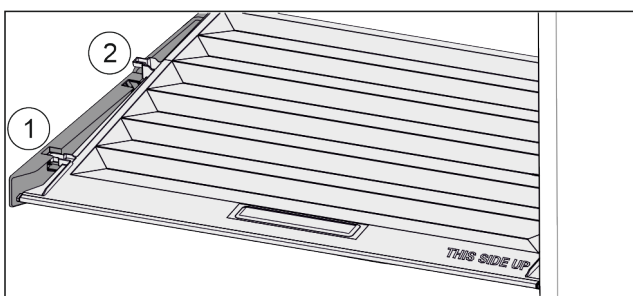

Fig. 107
- ▶ Потянуть крышку до отверстия в поддерживающих деталях вперед Fig. 107 (1).
- ▶ Поднять сзади снизу и извлечь Fig. 107 (2) движением вверх.